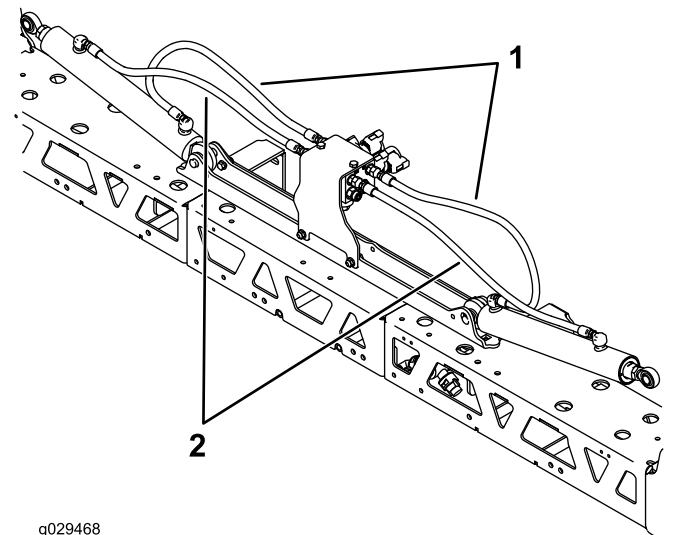

Figure 15
- Montez les flexibles hydrauliques (Figure 15).